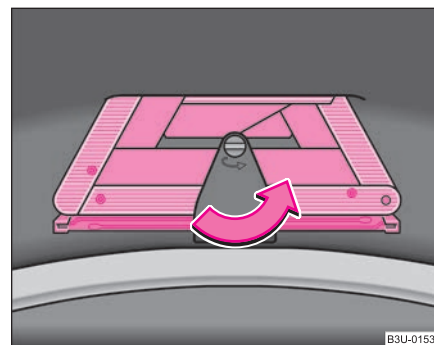

Fig. 188 Triángulo reflectante de advertencia en la tapa del maletero
- Para sacar el triángulo, gire el cierre en la dirección de la flecha ⇒ fig. 188 y doble el soporte hacia abajo. ■